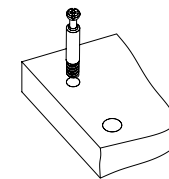

Рис.2
3. Вкрутить шпильки минификсов в соответствующие плоскостные отверстия столешницы 9, боковин 5, 6, 3, 4, полку 7, 8, фасадной планки 25 (Рис. 2).